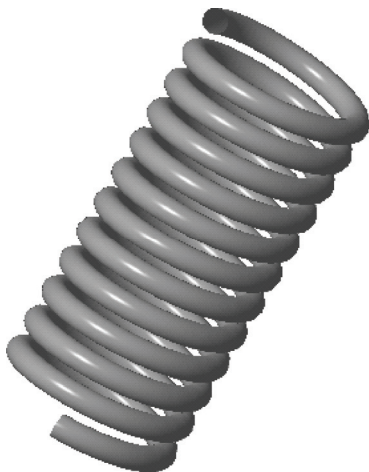

图 9-46 创建螺旋扫描曲面
STEP 06 单击“关闭”面板中的“确定”按钮 ，完成截面绘制并退出草绘环境，单击“完成”按钮 ，即可创建螺旋扫描曲面，效果如图 9-46 所示。